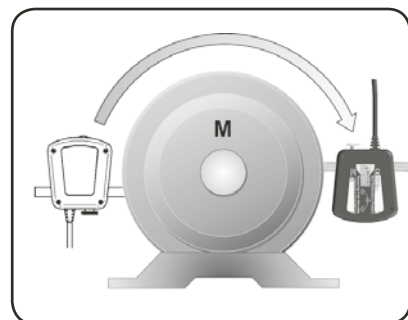

图18. 转到3点位置
- c) 根据显示屏上的圆圈符号上的位置提示，将测量单元旋转到3点位置（图18）。